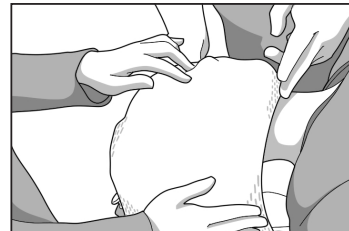

Fig. 4
7. Finire di modellare la maschera esercitando una leggera pressione con le dita per ottenere il contorno desiderato della testa del paziente e il contorno intorno al setto nasale (Fig. 4).